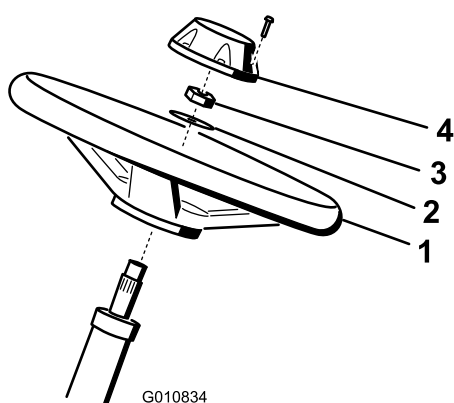

Figura 6
1. Collocate il volante sul piantone (Figura 6).
2. Collocate la rondella sul piantone (Figura 6).
3. Fissate il volante sul piantone per mezzo di un dado di bloccaggio serrato a 27–35 N·m (Figura 6).
4. Montate il coprimozzo sul volante e fissatelo con l'aiuto di 6 bulloni (Figura 6).